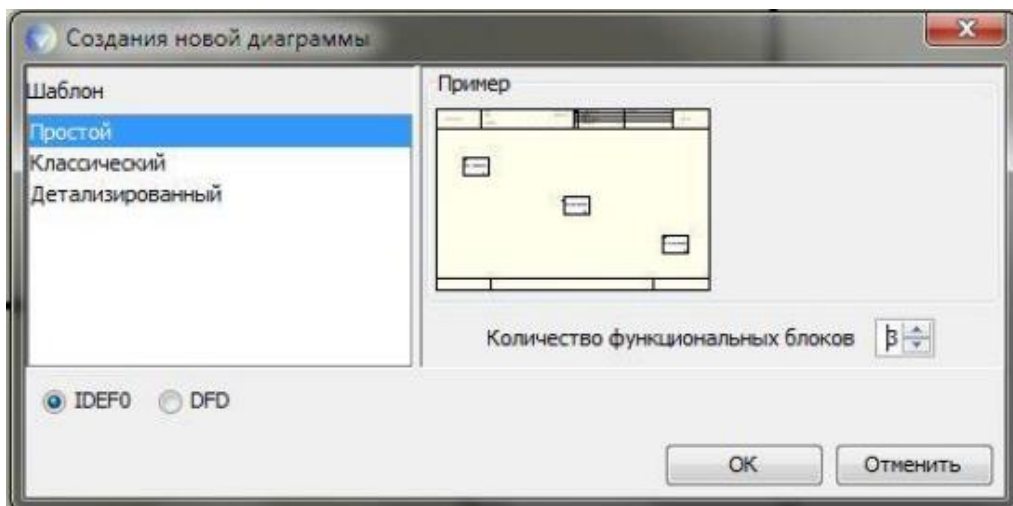

Рис. 2.1 – Диалоговое окно декомпозиции работ
2.2. В диалоговом окне укажите число работ на диаграмме нижнего уровня - "3", а нотацию декомпозиции – IDEF0 (рис.2.1), затем нажмите "ОК". Автоматически будет создана диаграмма декомпозиции.